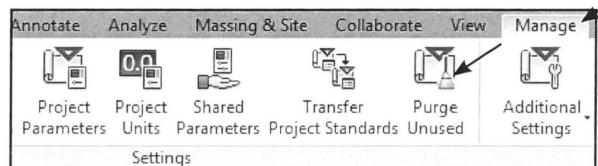

Fig. 16.33.
- Klik *Manage - Purge Unused* (Fig. 16.33).